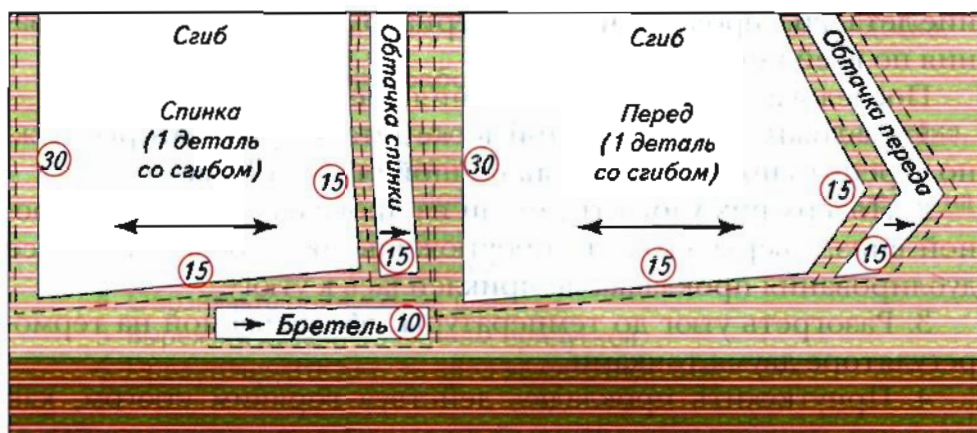
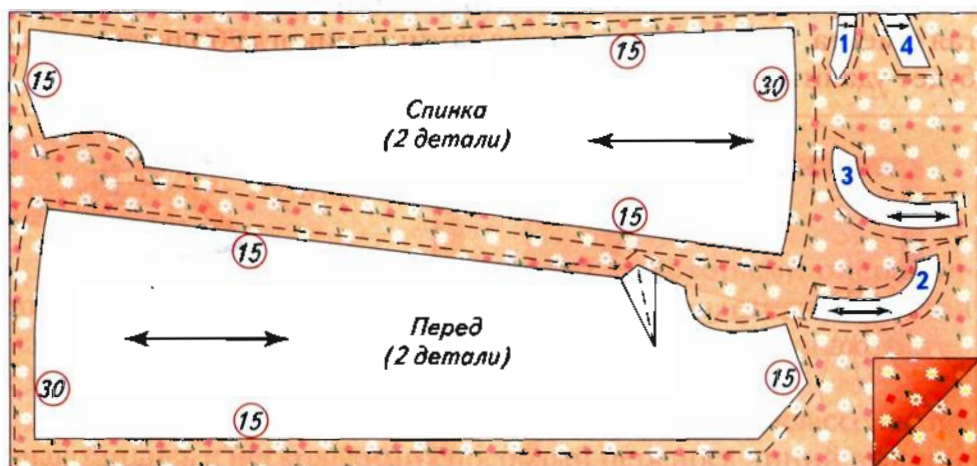

Рис. 20. Раскладка на ткани выкроек блузки-топа
Рис. 21. Раскладка на ткани выкройки платья. Обтачка: 1 — горловины спинки; 2 — проймы спинки; 3 — проймы переда; 4 — горловины переда
1. Разложить на ткани сначала большие детали выкройки, а затем мелкие. На тканях с направленным рисунком разложить их в одном направлении. (Если ткань гладкокрашеная или её рисунок не имеет направления, для экономии ткани выкройки можно разложить в противоположных направлениях.) Приколоть выкройки булавками. Проследить за тем, чтобы размеченное на них направление долевой нити было параллельным кромкам ткани. На рисунках показано, как уложить на ткань бумажные выкройки блузки-топа (рис. 20) и платья (рис. 21).